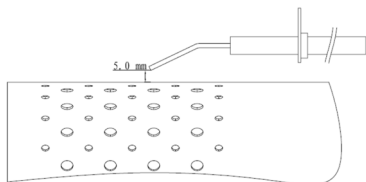

Fig. 5
9.7 Verificați poziția inițială a electrodului (Fig. 5)